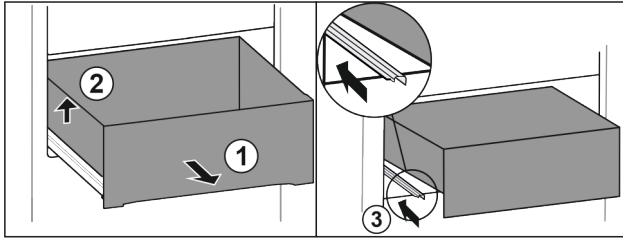

Fig. 92
- ▶ Lade tot de aanslag eruit trekken. Fig. 92 (1)
- ▶ Lade links optillen. Fig. 92 (2)
- ▶ Linker rail erin schuiven. Fig. 92 (3)